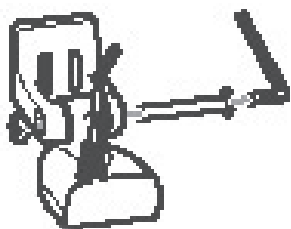

Рис. 10
Для правильных показаний контрольной панели датчик должен всегда оставаться в воде (рисунок 10).
3. Вставьте пивотный болт в собранный узел для удерживания позиции и наживите гайку, **НО пока не затягивайте** (Рисунок 10).